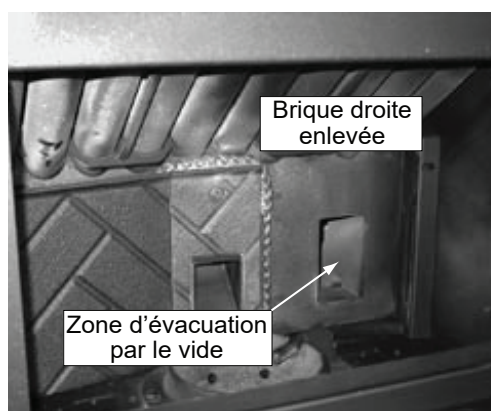

Figure 29.3
6. Le déflecteur ne recouvre pas entièrement le dessus de la boîte à feu. L'ouverture est illustrée à la **Figure 29.3.**